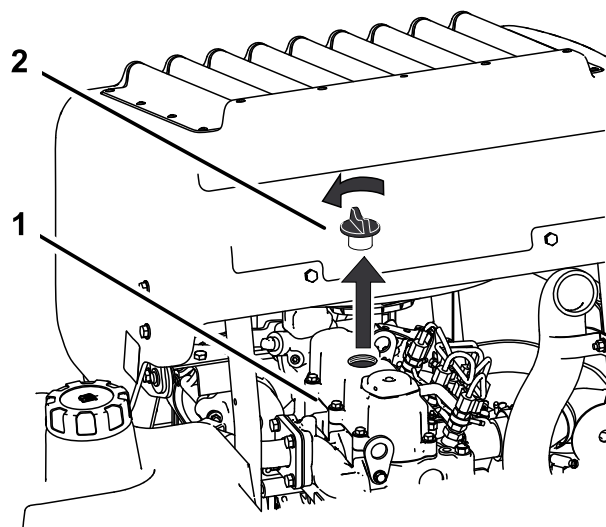

Figura 68
6. Retire o tampão de enchimento do óleo da parte superior do motor (Figura 68).
2. Retire o tampão de enchimento de óleo e a vareta (Figura 68).